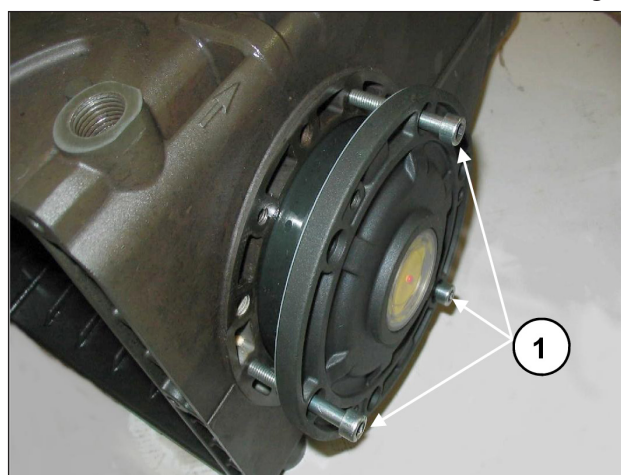

Fig. 8
Per facilitare l'imbocco del primo tratto ed il relativo inserimento dei coperchi sul carter, si consiglia l'utilizzo di N° 3 viti M6 x 40 parzialmente filettate, (Fig. 8, pos. ①) per poi completare l'operazione con le viti in dotazione (M6x18).
Per l'avvicinamento dei due coperchi laterali al carter si possono utilizzare N°3 viti M6x40 per una prima fase di orientamento, come indicato in Fig. 8 e le viti previste per il fissaggio finale.